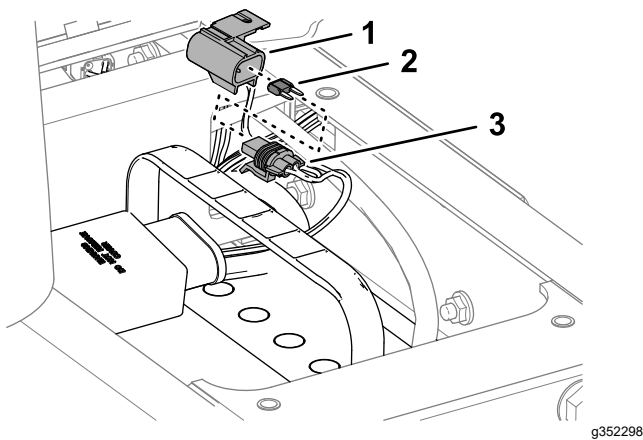

Figura 71
- Retire a tampa do porta-fusíveis (Figura 71).